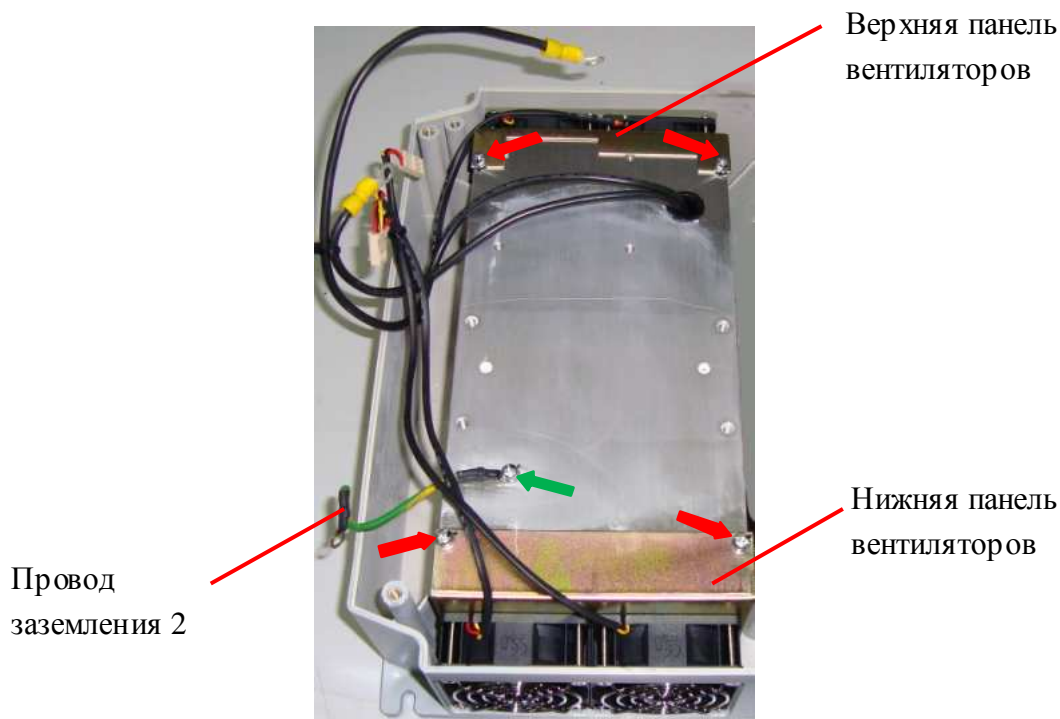

Рис. 7.4
7.2.3. Прикрутить провод заземления 2 к радиатору винтом (рис. 7.4, зеленая стрелка).
7.2.4. Прикрутить панели вентиляторов и радиатор четырьмя винтами к нижней части корпуса (рис. 7.4, красные стрелки).